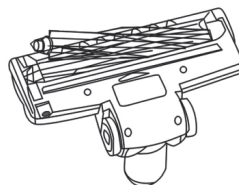

Рис. 5
- Аккуратно достаньте щётку из паза. См. Рис.5.